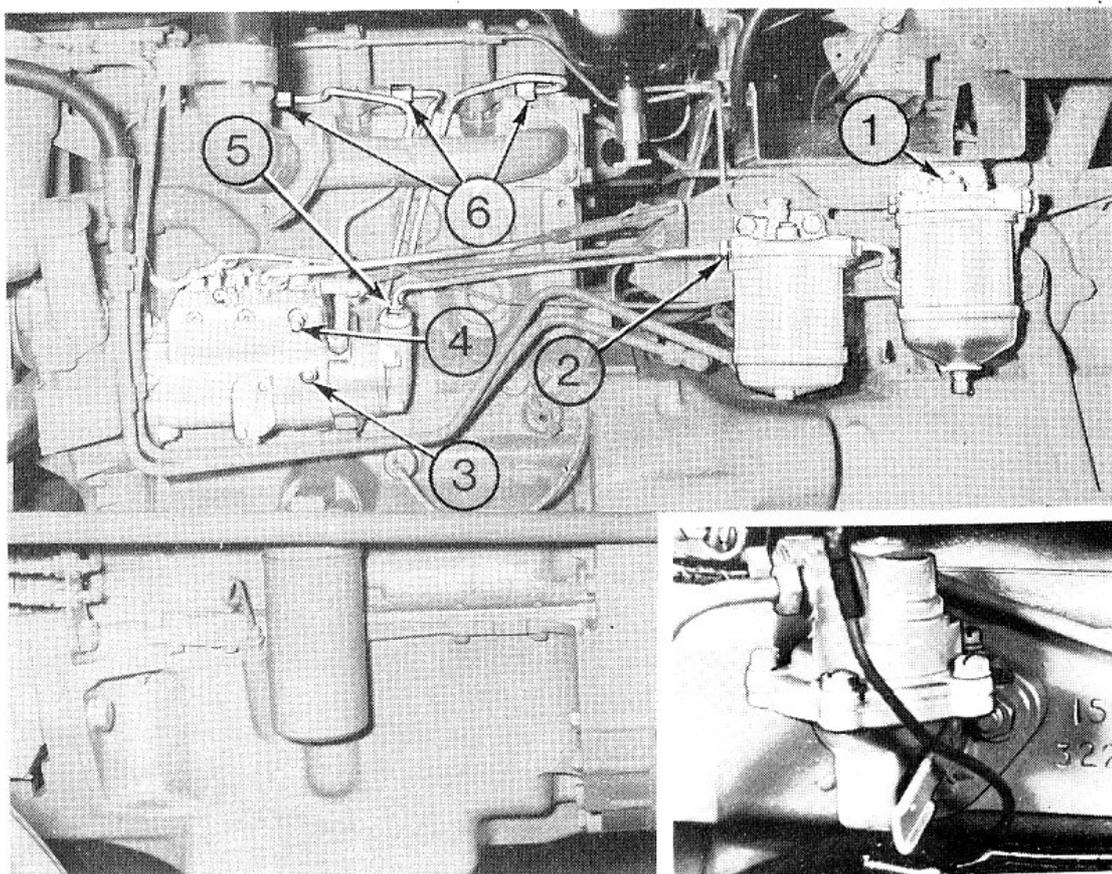

FIG. 10
Purge du système d'alimentation (Fig. 10)
1. Desserrer la vis de purge sur le filtre primaire (1). Actionner le levier de la pompe d'alimentation (encart Fig. 10) jusqu'à ce que le combustible sorte de cette vis exempt de bulles d'air. Resserrer alors la vis.
2. Fig. 10. Desserrer le raccord de sortie (2) sur le filtre secondaire.
3. Actionner le levier de la pompe d'alimentation (encart Fig. 10) jusqu'à ce que le combustible sorte du raccord exempt de bulles d'air. Resserrer alors le raccord.
4. Desserrer la vis de purge inférieure (3) sur la pompe d'injection et actionner la pompe d'alimentation jusqu'à ce que le combustible sortant de cette vis soit exempt de bulles d'air. Resserrer alors la vis.
5. Desserrer la vis de purge supérieure (4) et opérer comme pour la vis inférieure.